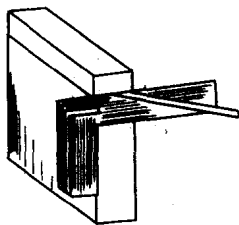

图 1-1-11 划垂直线
2) 用 90° 角尺划垂直线, 如图 1-1-11 所示。